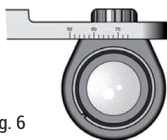

Fig. 6
Afrouxe ligeiramente os botões de bloqueio (distância intrapupilar) e faça deslizar o telescópio ao longo da barra (Fig. 6)
- Alinhe cada telescópio conforme indicado anteriormente, fazendo-o deslizar ao longo da barra. (Fig. 6)